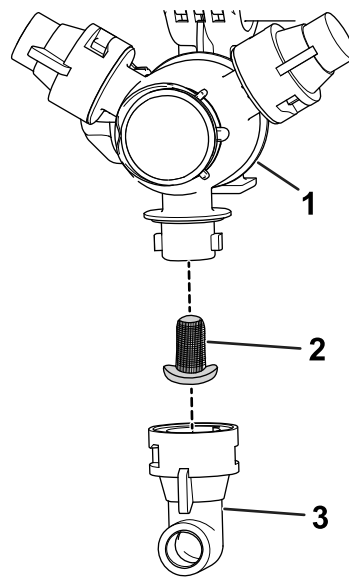

Figura 98
2. Retire o bico da cabeça de pulverização (Figura 98).
3. Retire o filtro do bico (Figura 98).
5. Instale o filtro do bico (Figura 98).
6. Instale o bico na cabeça de pulverização (Figura 98).